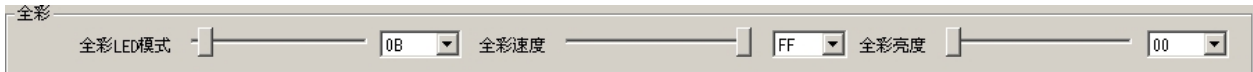

图 22
- 7) **全彩设定**: 在此可设定某一模式下某一步全彩 LED 灯的显示效果。编程界面如图 22 所示